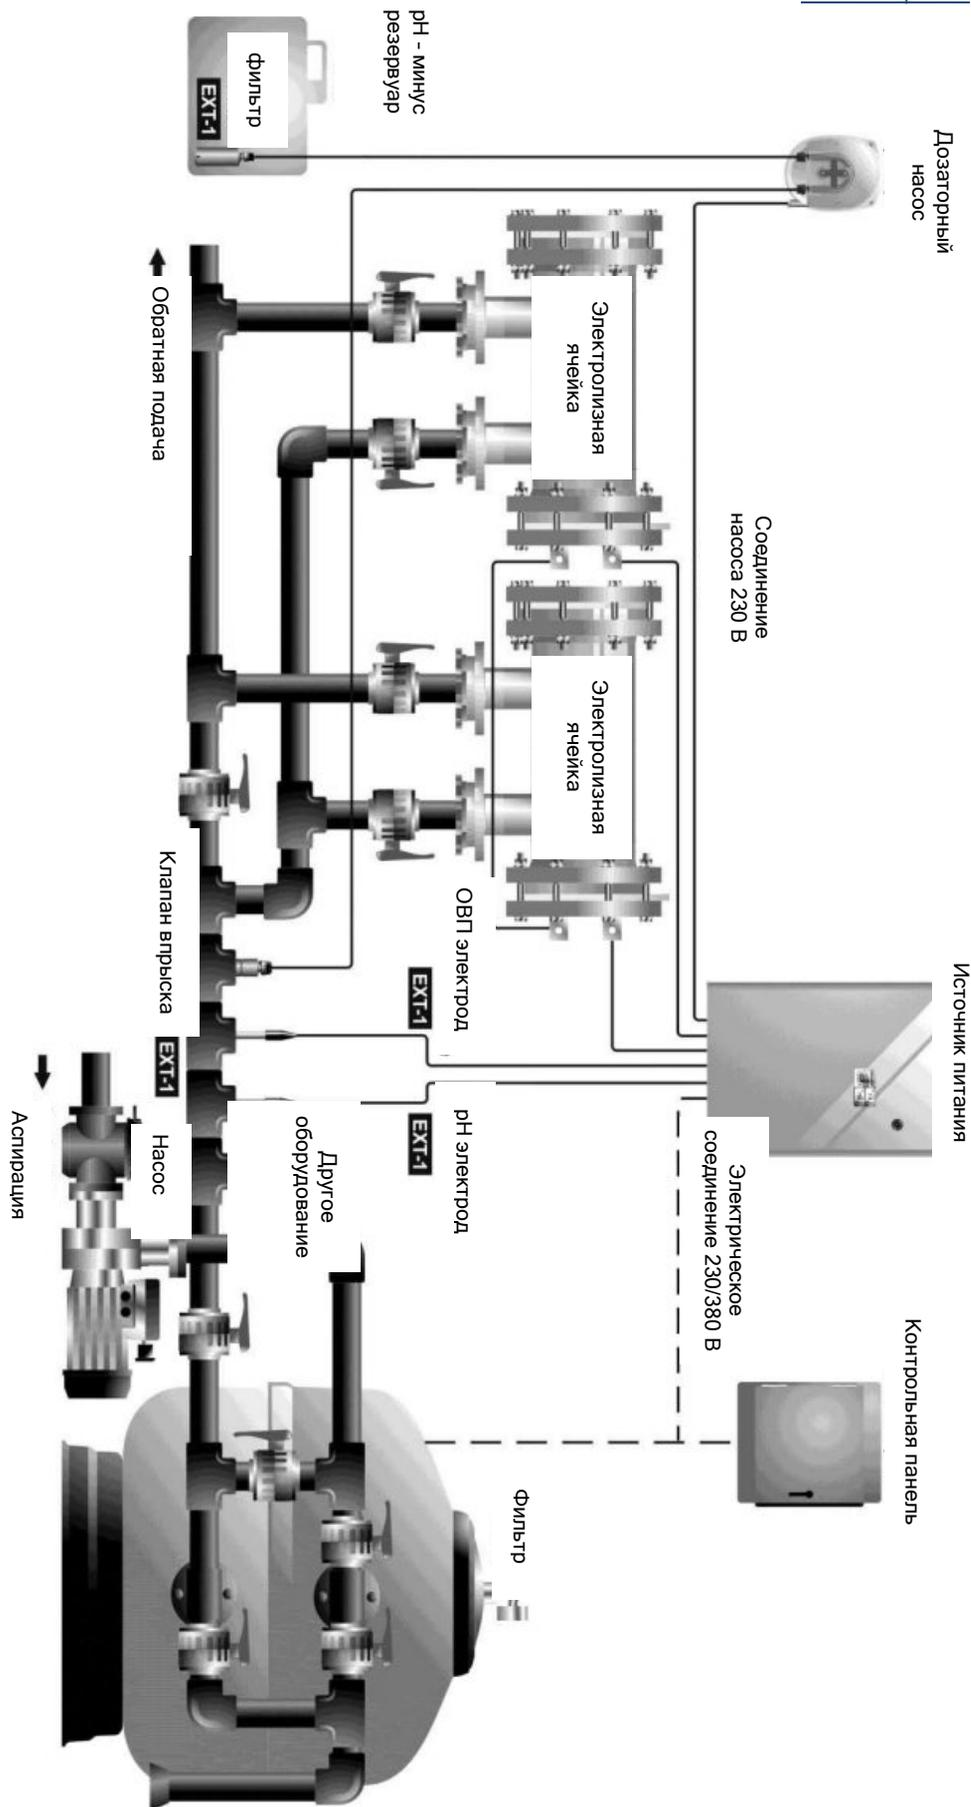

Рисунок 2 Рекомендуемая схема установки
##### **4.4.1. Датчик рН EXT-1 и датчик ОВП EXT-1 (Рисунок 2)**
**4.4.2. Датчик pH EXT-1E, EXT-2 (Рисунки 3.1, 3.2) и датчик ОВП EXT-1E (Рисунок 2)**